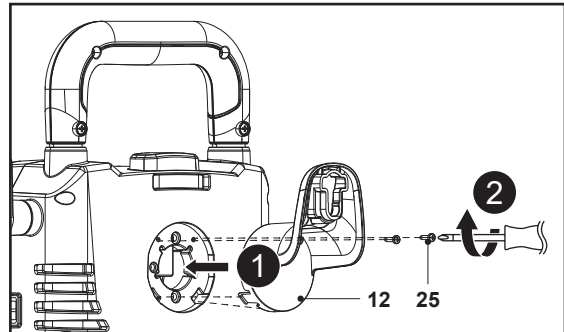

Fig. 2a
2. Inserte los dos enganches del soporte de la manguera de presión (12) en las ranuras de su soporte y alinee los orificios de montaje con ellos; a continuación, utilice un destornillador de estrella adecuado (no suministrado) para fijar la conexión con los dos tornillos (ST3,5 x 13) (25) (Fig. 2a).